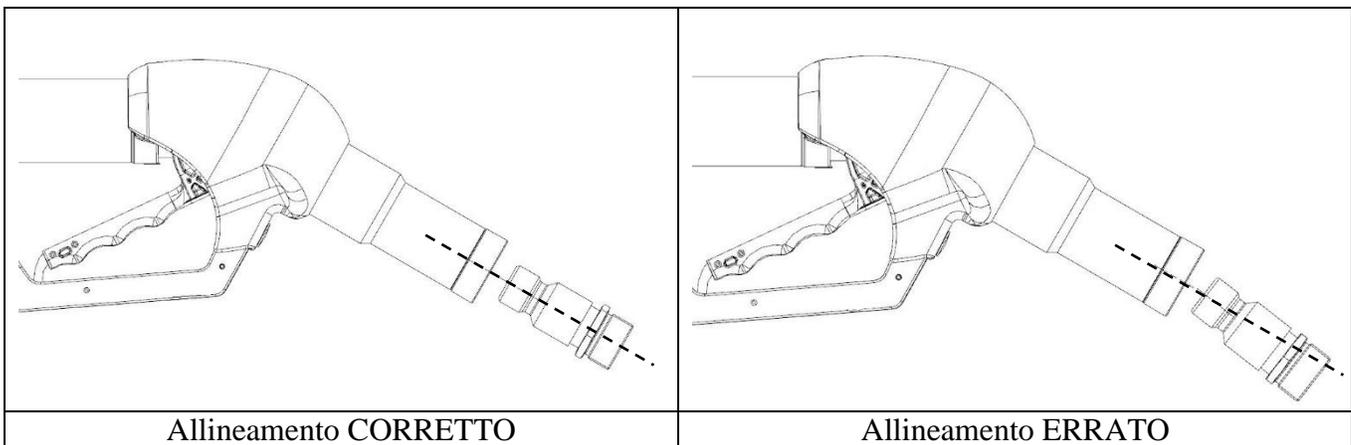

Figura 4: Corretto allineamento dell'innesto
NOTA: È importante allineare l'ugello all'innesto per garantire il corretto funzionamento. Si veda la Figura 4.
4. Sollevare la leva dell'ugello per sbloccare, quindi, rilasciare la leva completamente per staccare l'ugello dell'innesto del veicolo. Si sentirà un chiaro "CLICK". Si veda la Figura 4. In questo modo si arresta il flusso di gas e si scarica l'ugello.